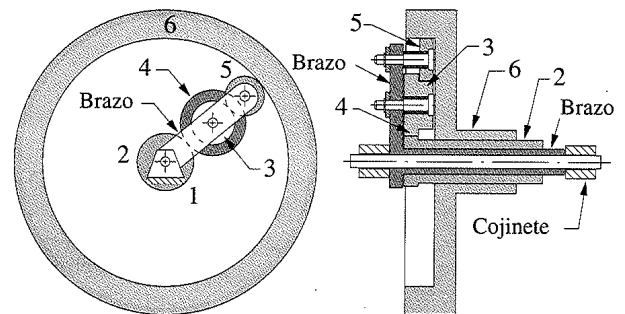

FIGURA P9-1 Engranajes planetarios del ejemplo 9-25
- *†9-25 La figura P9-1 muestra un tren de engranes planetarios del tipo compuesto (no a escala). La tabla P9-1 contiene datos de número de dientes y velocidades de entrada. Para la fila o filas asignadas, encuentre la variable representada por un signo de interrogación.